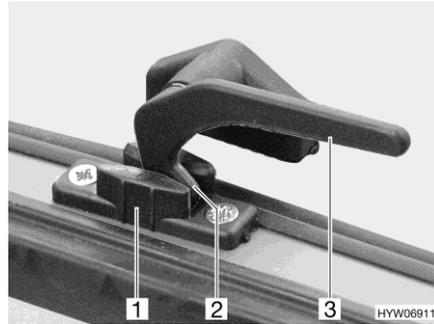

Fig. 43 Leva di serraggio (posizione "Aerazione continua")
- In posizione di "Aerazione continua" (Fig. 43)
- Ruotare tutte le leve di serraggio (Fig. 43,3) di un quarto di giro verso il centro della finestra.
- Girare nuovamente all'indietro tutte le leve di serraggio. Riportare contemporaneamente il nasello di chiusura (Fig. 43,2) nella rientranza della chiusura della finestra (Fig. 43,1).